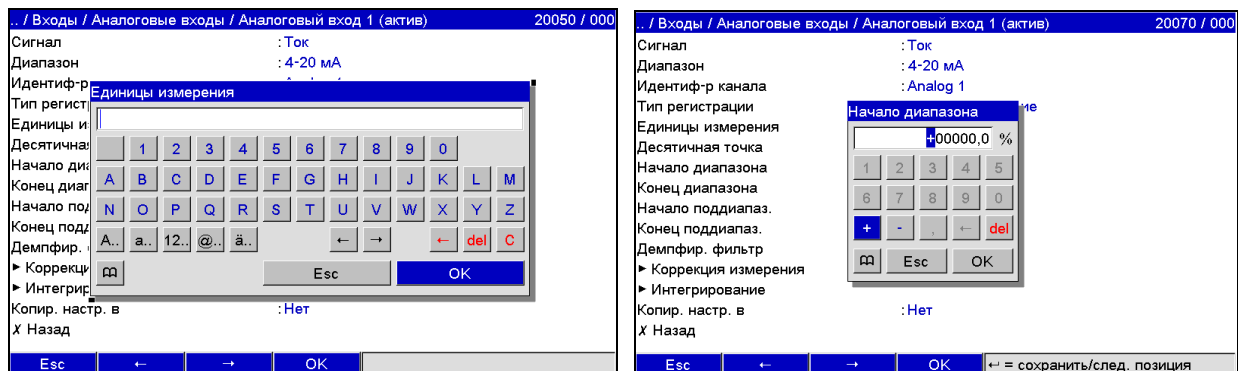

Рисунок 3 – Виртуальная клавиатура
3.1.3 Для ввода текста и цифр имеется виртуальная клавиатура (рисунок 3). Она открывается автоматически при необходимости. По средством вращения навигатора выбираются необходимые значки, а при нажатии на него - устанавливаются.